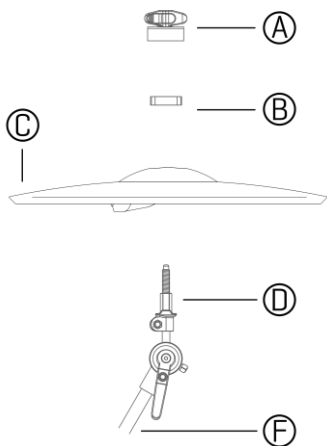

Figura 2
- 1 Atornille el apoyo del plato (D) sobre el brazo del plato de 8 mm (F).
- 2 Coloque el plato (C) en el apoyo del plato (D) seguido del bloqueo giratorio (B). *Figura 2*